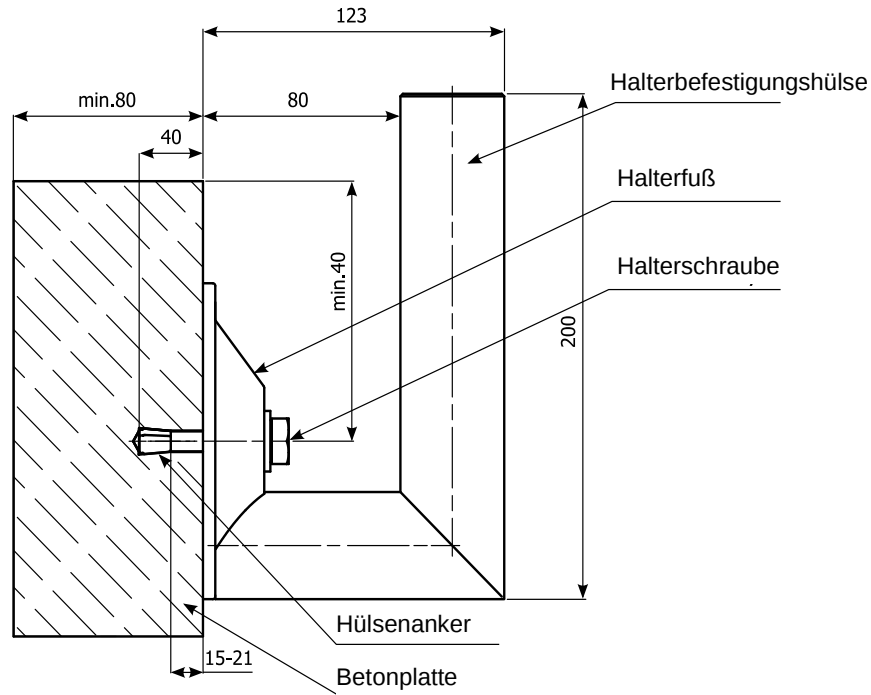

Abb. 22. Seiteneindrehhalter
1.3.20. Seiteneindrehhalter (Abb. 22)